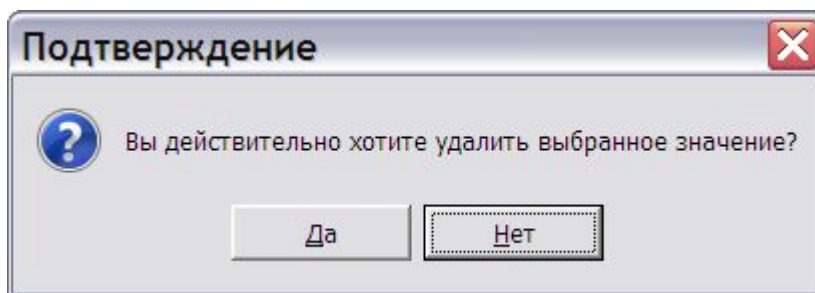

Рис. 2.159
2. Нажмите на кнопку **Удалить значение (Del)**  или в контекстном меню выберите команду **Удалить**. При этом откроется системное окно **Подтверждение** (Рис. 2.159).